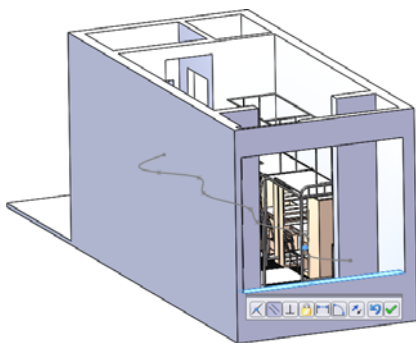

图 8-30 设置平行约束
STEP 4 选中“辅助块”的上表面，设置与窗户底部窗框的“平行”配合关系，如图 8-30 所示。